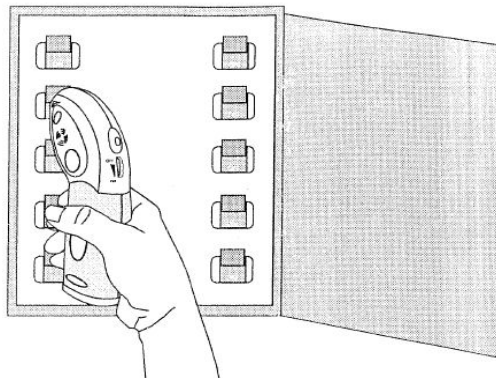

Abb. 4
1. Begeben Sie sich zur Sicherungsschalttafel und halten Sie den Empfänger vertikal mit der flachen Fläche seines feinen Endes direkt auf dem Abschalter oder auf der Sicherung (Abb. 4).